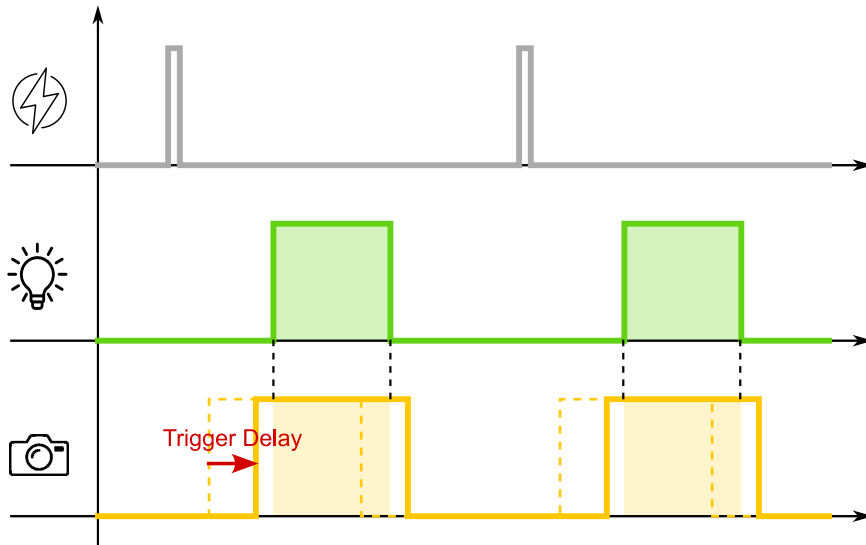

Figure 80: 照明和相机曝光时间的正确对齐。从上到下依次为 trigger 信号、照明时间和相机曝光时间。
**TriggerDelay** 功能可用于移动 Itala 摄像机的曝光时间，以便完全覆盖照明器的开启时间（见图 80）。.